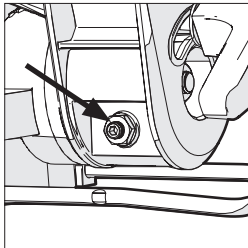

**Abb. 9**
- Legen Sie das Zeichendreieck so auf den Tisch, dass eine kurze Seite am Tisch und die andere kurze Seite am Sägeblatt anliegt (kommen Sie dabei nicht mit den Hartmetallspitzen der Sägeblattzähne in Berührung). **(Abb. 9)**